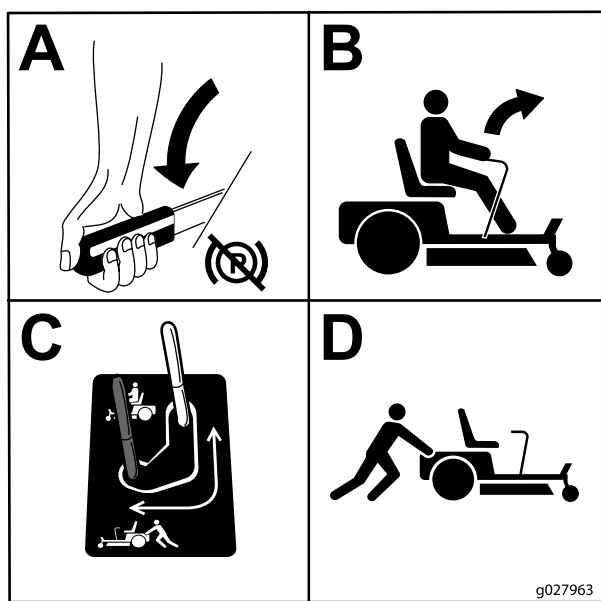

Figura 28
- Per spingere la macchina spostate indietro e verso l'esterno entrambe le leve di bypass per bloccarle in posizione (Figura 28).
5. Per mettere in funzione la macchina spostate le leve di bypass in posizione AVANZATA (Figura 28).